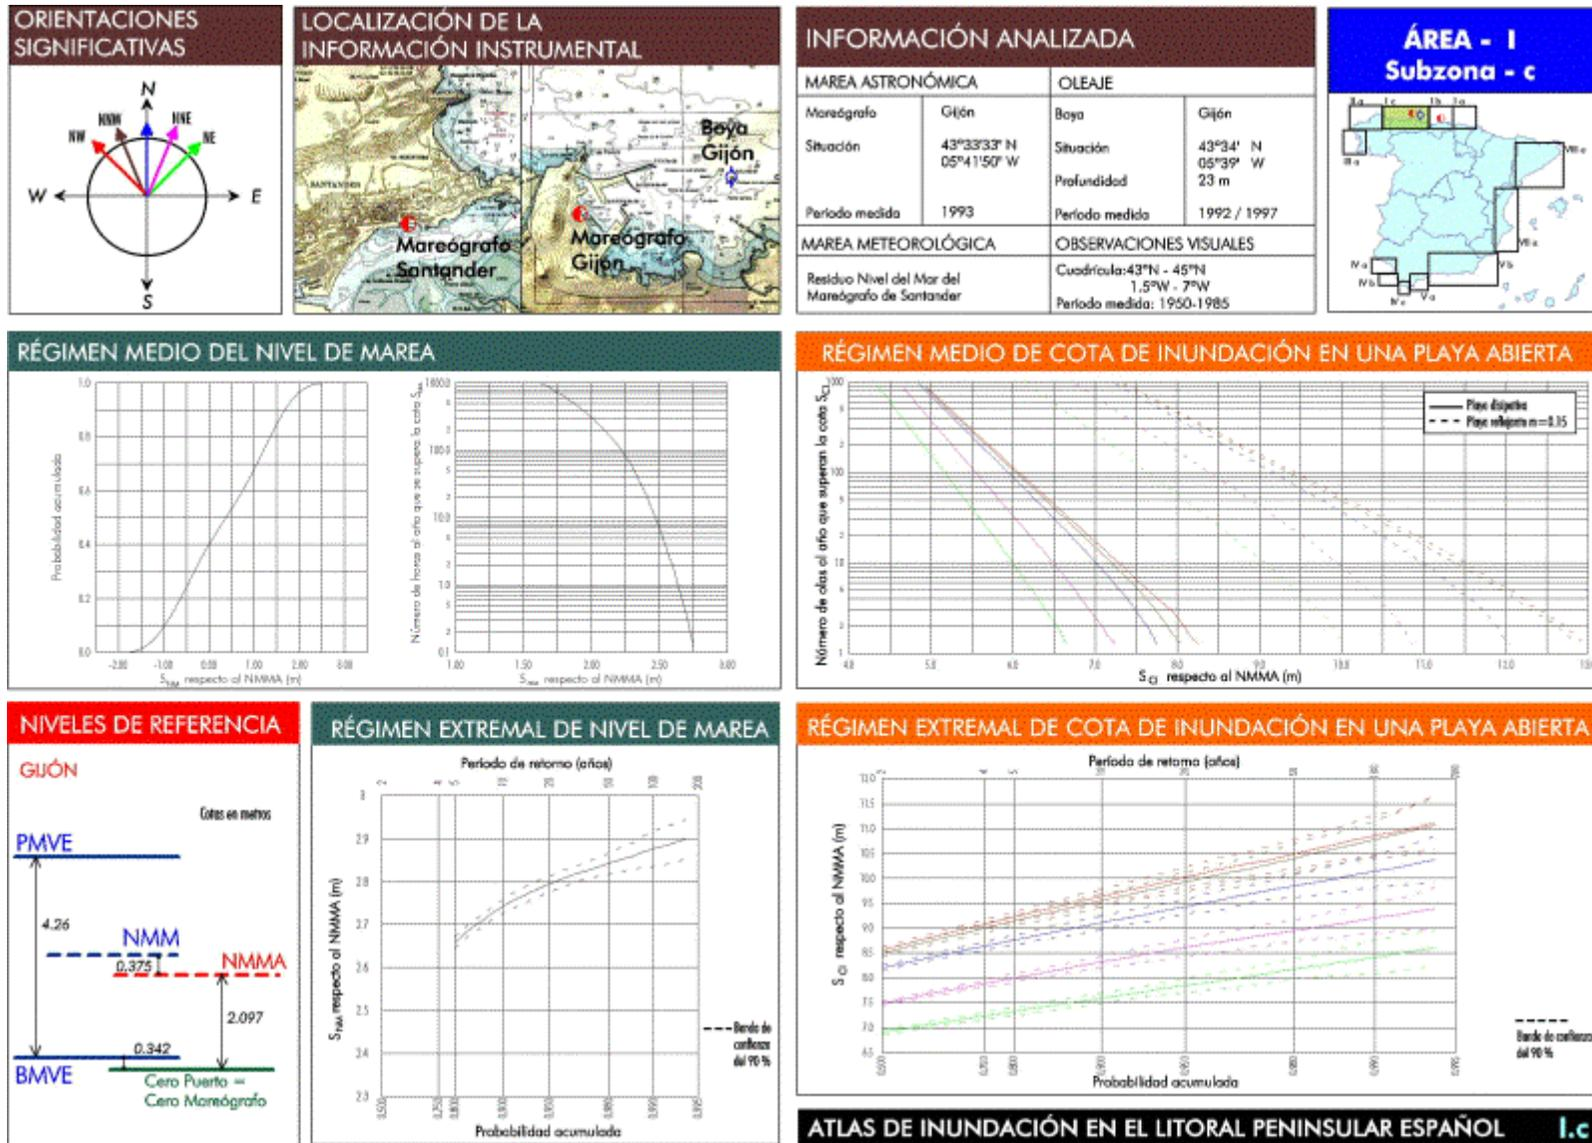

Figura 4.4. Página del Atlas de inundación
- Consultar el Atlas de Inundación (ver ejemplo en la figura 4.4).